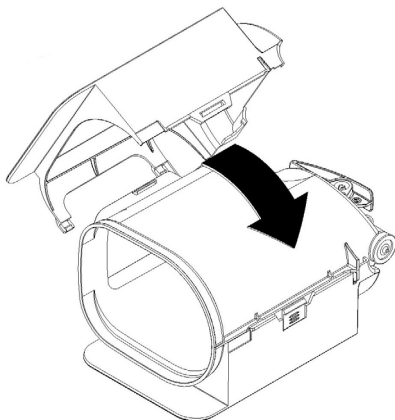

figura 12
**2** Posizionare la parte sinistra del recover, facendo attenzione a far combaciare l'incastro evidenziato. Chiudere ora a scatto le due parti. (vedere figura 12).